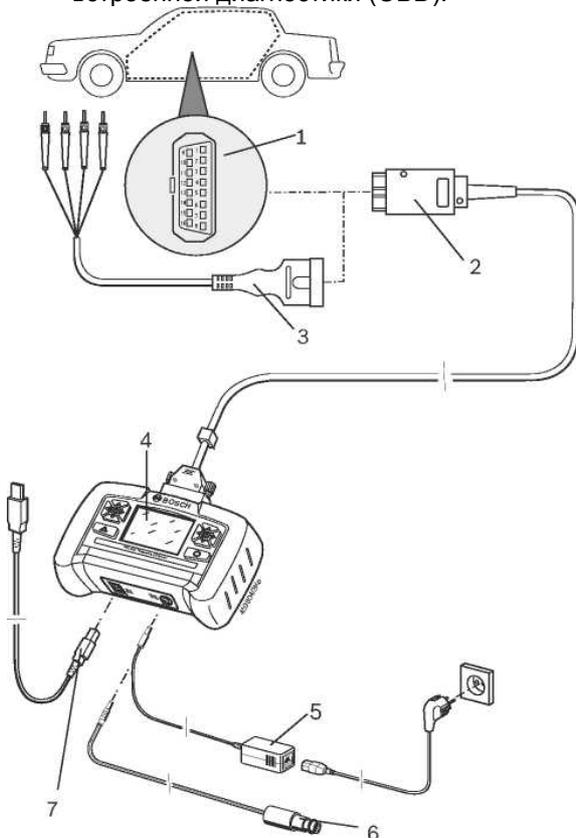

Рис. 3. Схема подключения KTS 200:
- диагностический провод встроенной диагностики (OBD) (рис. 3, поз. 2) или
- диагностический провод встроенной диагностики (OBD) и дополнительно через соединительный кабель UNI (интерфейс «пользователь-сеть») (рис. 3, поз. 3) (дополнительная принадлежность), или